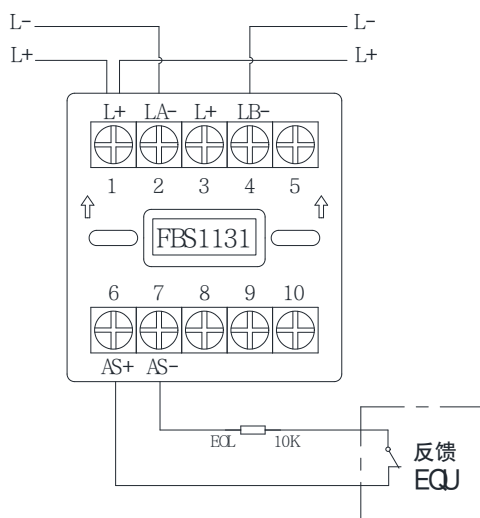

图4 接线方式：监视无源断开应答的现场设备
- 监视无源断开应答的现场设备时：AS+（端子6）、AS-（端子7）：接应答（无源触点），连接在AS+和AS-上的监视设备的动开端必须串联10KΩ终端电阻。接线示意图如图4